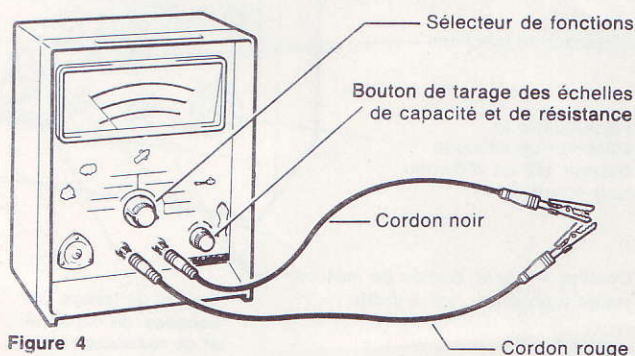

Figure 4
- Vérification de la pile. Positionner le sélecteur de fonction sur $\Omega \times 1$. Court-circuiter les deux cordons (voir figure 4). A l'aide du bouton de tarage amener l'aiguille du galvanomètre à zéro, si cela est impossible, remplacer la pile.
- Les deux cordons de mesure étant branchés dans les douilles de prises de mesure de l'appareil (figure 4) le cordon rouge dans la prise rouge, le noir dans la prise noire, court-circuiter ces cordons équipés de leurs pincettes « crocodiles » en faisant pincer une pince par l'autre.
- Positionner le sélecteur de fonctions rotatif, au milieu de la face avant (figure 4), sur la gamme de mesure choisie :
- En ohmmètre** sur $\times 1$ ou $\times 10$ ou $\times 1000$, et agir sur le bouton de tarage en bas à droite (figure 4) pour amener l'aiguille sur le zéro de l'échelle « Résistance » c'est-à-dire à droite du cadran.